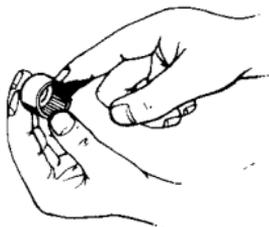

图 12-10
- ① 确定轴承座圈中的滚针在适当的位置。
- ② 要用高级润滑脂（德国福斯 EP-2 油脂）润滑轴承座圈（图 12-10）。